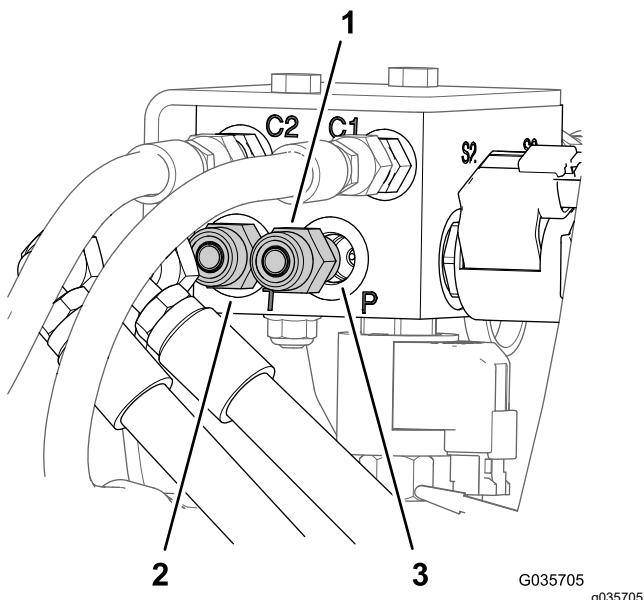

图 9
1. 在打药车后部标记提升油缸歧管 P 端口和 T 端口的软管图 9。
2. 从提升油缸歧管 P 端口和 T 端口的直通液压接头上拆下软管 图 9。
3. 从旧提升油缸歧管的 P 端口和 T 端口拆下直通液压接头 图 9。